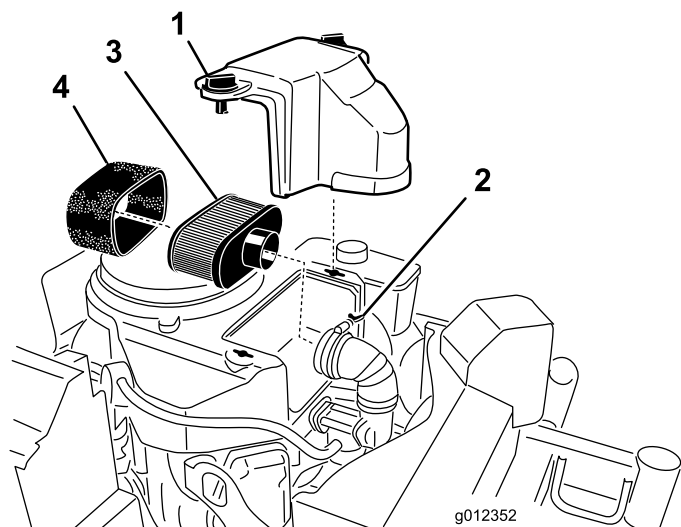

Figura 24
3. Pulite intorno al filtro dell'aria per evitare che la morchia possa penetrare nel motore provocando gravi danni (Figura 24).
4. Svitare le manopole del coperchio e togliete il coperchio del filtro dell'aria (Figura 24).
5. Allentate la fascetta stringitubo e togliete il gruppo del filtro dell'aria (Figura 24).
6. Togliete con cautela l'elemento in schiuma sintetica dall'elemento di carta (Figura 24).
1. Non pulite il filtro di carta. Sostituitelo (Figura 24).
1. Infilate con cautela l'elemento in schiuma sintetica sopra l'elemento di carta del filtro dell'aria (Figura 24).
2. Montate il filtro dell'aria completo sulla relativa base, e fissatelo con i 2 dadi ad alette (Figura 24).
3. Montate il coperchio del filtro dell'aria e serrate la manopola del coperchio (Figura 24).